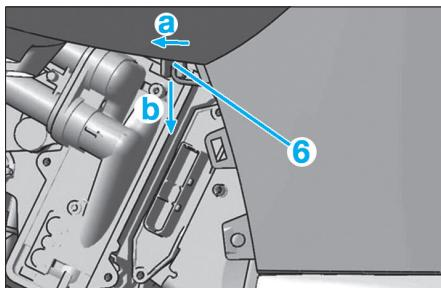

Fig. 19
- Déposer le cache (3).
- tourner d'un quart de tour (a) la sonde (6) puis extraire suivant (b) (Fig.19).